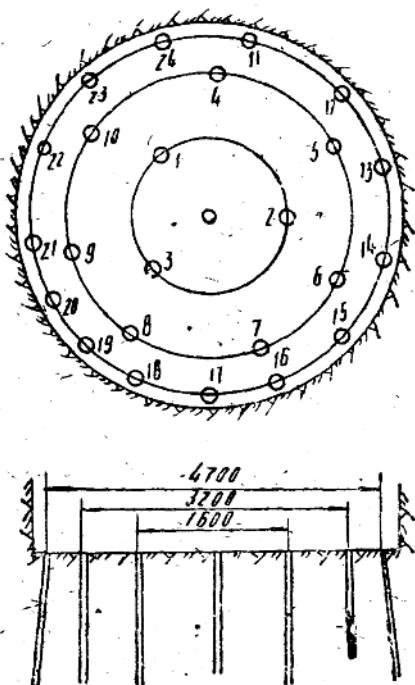

图 4 頁岩中炮眼布置图
1. 爆破图表：(1)在頁岩中的炮眼布置如图4，中心眼深1.3米，其余都为1.8米深；炮眼傾斜角度除边眼为87°外，其余均为90°；其中1~3号炮眼和11~24号眼的装藥量为10公斤/筒，炮泥长度为1.1米，4~10号炮眼装藥量为1.2公斤/筒，炮泥长度为0.99米。一次爆破炸藥总量